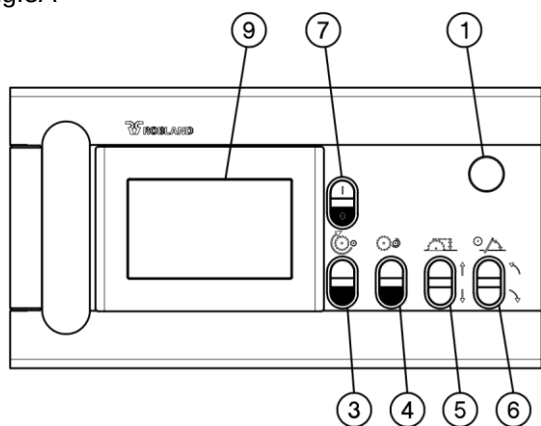

Fig.5C
Duw op de startknop (7) fig 5C en 5D om de machine te laten refereren. De drie assen zullen nu bewegen naar hun referentie punten.